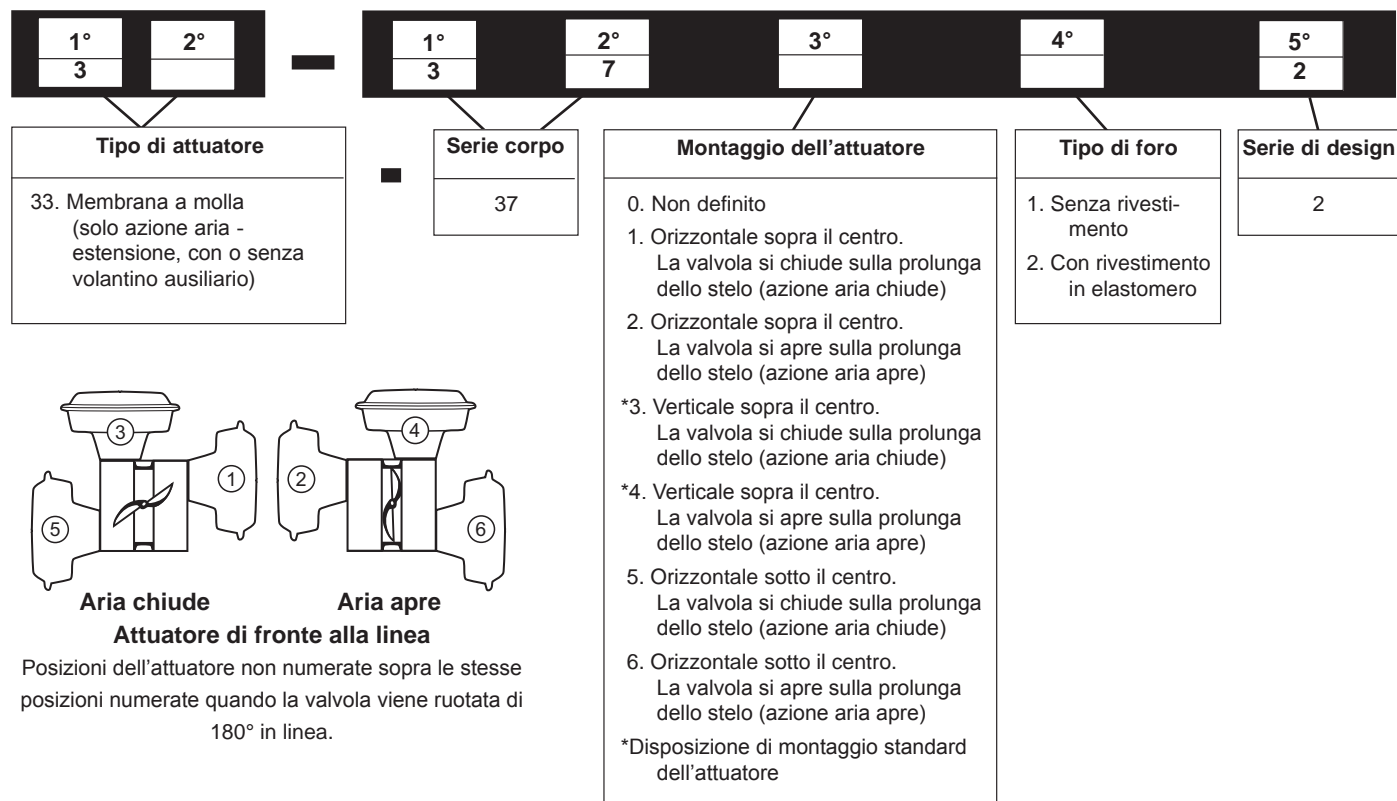

Figura 1
Le istruzioni che seguono hanno lo scopo di assistere il personale addetto alla manutenzione nell'esecuzione di tutti gli interventi necessari sulle valvole della serie 37002. Baker Hughes dispone di personale altamente specializzato a livello internazionale per l'avviamento, la manutenzione e la riparazione delle proprie valvole e dei relativi componenti. Oltre a ciò, viene offerto un programma di addestramento pianificato, su base regolare, per il personale addetto all'assistenza clienti e alla strumentazione, alla manutenzione e all'utilizzo delle valvole di controllo e della strumentazione. Questi servizi possono essere organizzati attraverso il rappresentante locale Baker Hughes. Quando si esegue la manutenzione, utilizzare solo pezzi di ricambio Baker Hughes. I pezzi sono ottenibili tramite il rappresentante Masoneilan locale. Quando si ordinano i ricambi è necessario citare sempre il modello e il numero di serie dell'unità in riparazione. Queste istruzioni di installazione e manutenzione si applicano alle valvole di regolazione serie Masoneilan 37002 di qualsiasi dimensione e classificazione a prescindere dal tipo di allestimento utilizzato. La targa di identificazione posta sull'attuatore riporta il numero del modello, la dimensione e la classificazione della valvola. Per identificare la nomenclatura della valvola, vedere figura 1.
1. La valvola è priva di flangia ed è classificata per 300 libbre ANSI. Può essere installata tra flange lavorate a macchina dei seguenti standard ANSI: 125 lb., 150 lb., 250 lb. e 300 lb., tra flange ANSI e flange metriche DIN (ND) 10, 16, 25 e 40.
4. La valvola può essere installata nella linea in modo che la sostanza di controllo scorra in entrambe le direzioni. Tuttavia, l'attuatore deve essere posizionato in una delle posizioni consigliate mostrate in Figura 1.